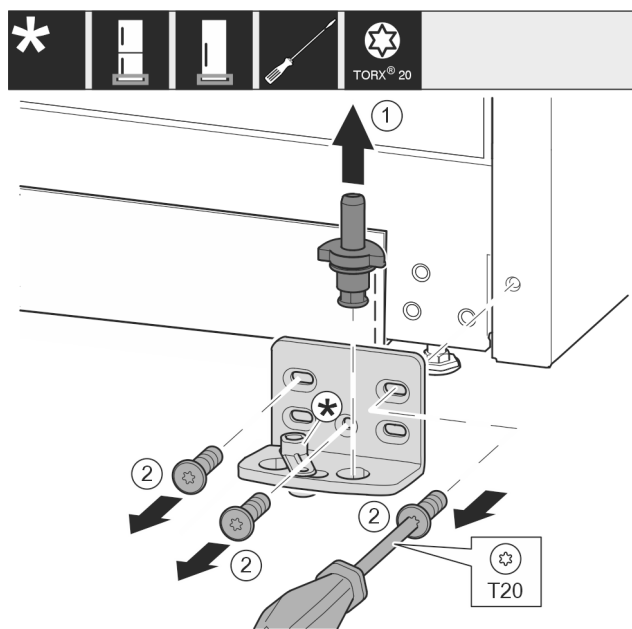

Fig. 44 *
- ▶ Опорный палец Fig. 44 (1) полностью извлеките движением вверх.*
- ▶ Открутите винты Fig. 44 (2) отверткой и снимите опорный кронштейн.*